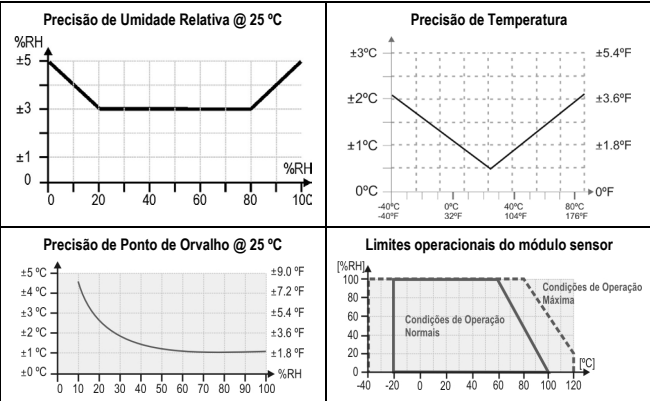

Fig. 01- Precisão na medição de umidade e temperatura
- Precisão total: Ver Fig. 01;
Módulo Sensor (XS) : Ver fig. 01
O sensor de umidade tem faixa de medida máxima de 0 a 100 %RH e precisão de 3 % a 25 °C, conforme a **Fig.01**. Logo podemos ter um erro de até 3 %RH em qualquer faixa adotada.